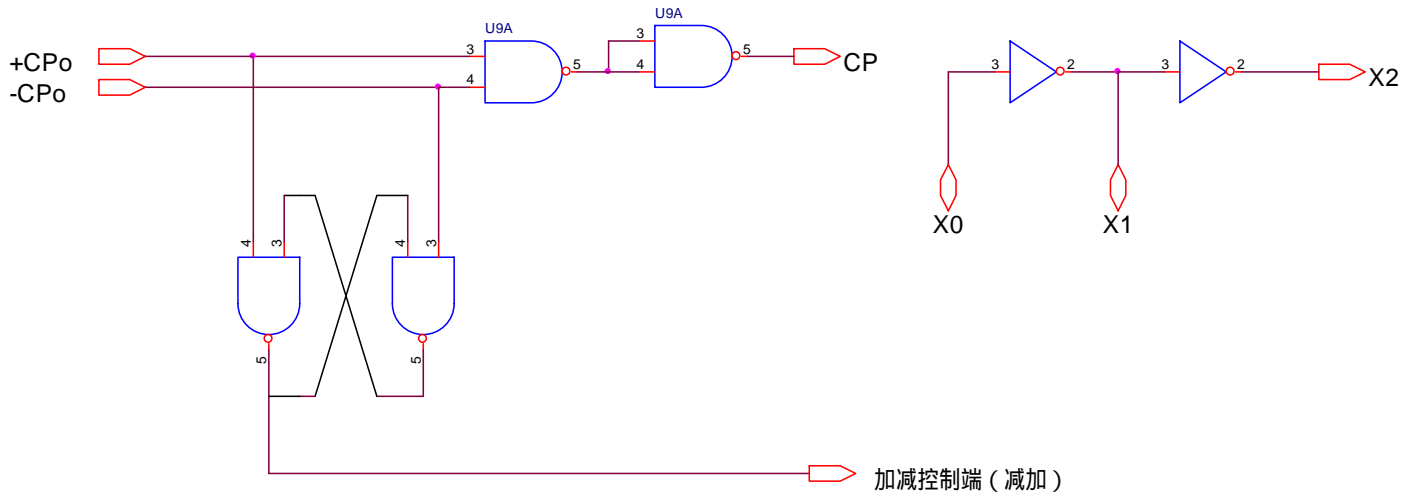

图 5
3、加减双 CP 端到单 CP 加控制加减端的转换方法见（图 5）。